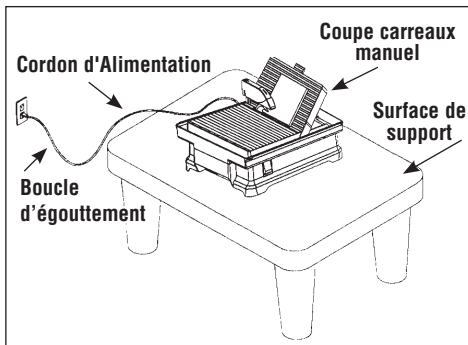

FIGURE 5
2. Arranger une "boucle d'égouttement" avec le cordon (voir FIGURE 5).